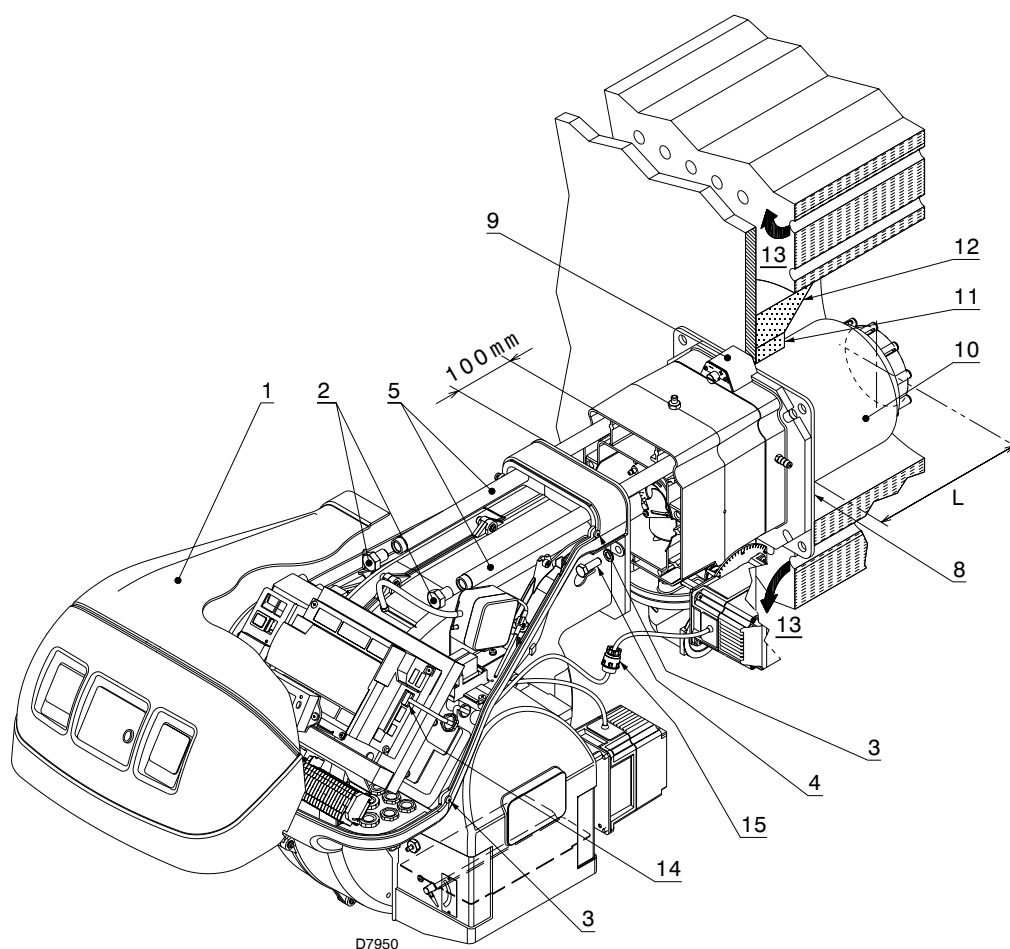

Fig. 14
La longueur de la buse 10)(Fig. 14) doit être choisie en fonction des indications du constructeur de la chaudière et, dans tous les cas, elle doit être supérieure à l'épaisseur de la porte de la chaudière munie de réfractaire.
Les longueurs L)(Fig. 14) disponibles sont:
Séparer ensuite la tête de combustion du reste du brûleur (Fig. 14).
Une fois cette opération effectuée, fixer la bride 9)(Fig. 14) à la plaque de la chaudière en interposant l'écran isolant 8) fourni de série.
- remonter le brûleur sur les glissières 3)(Fig. 14) à environ 100 mm du manchon 4);
- brancher la fiche du servomoteur 14)(Fig. 14) et visser le passe-câble 15);